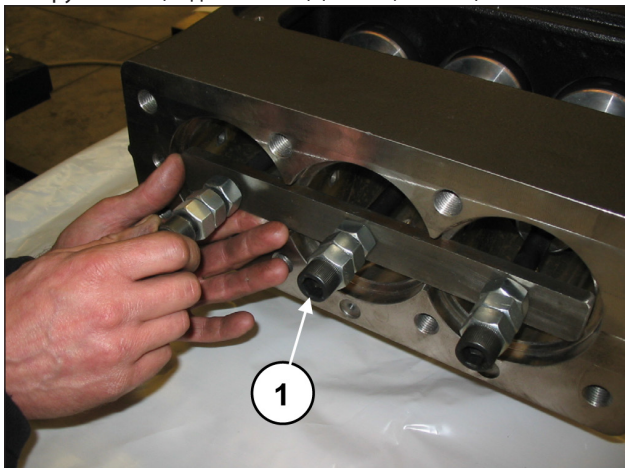

Рис. 39
Продвиньте половинки подшипников в сторону гидравлической части и заблокируйте специальным инструментом (код 27566200) (поз. ①, Рис. 39).